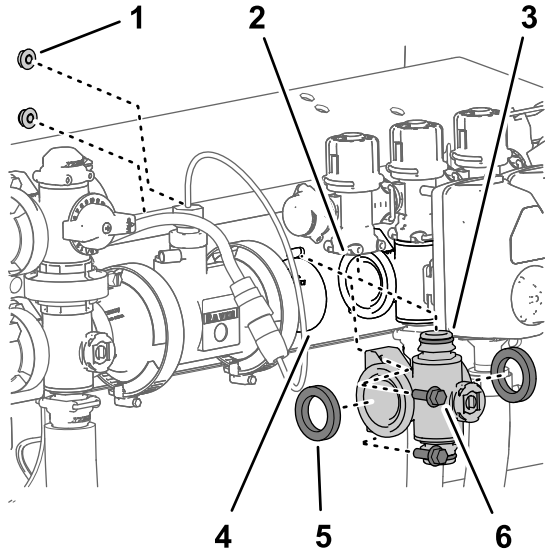

Bild 112
Bundkopfschrauben ($\frac{1}{4}'' \times \frac{3}{4}''$) und die zwei Sicherungsbundmutter ($\frac{1}{4}''$), mit denen der Abschnittventilverteiler an der Ventilstütze befestigt ist (Bild 112).
5. Schieben Sie den Abschnittventilverteiler und die Dichtungen nach unten, um einen Abstand zum Abschnittsicherheitsventil zu erhalten; entfernen Sie sie dann von der Maschine (Bild 112).